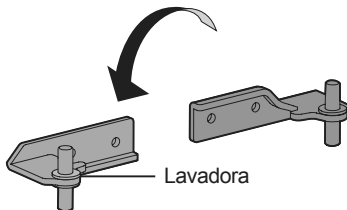

Figura 18
33. Quite la arandela de la bisagra central y volteea 180°. Coloque la arandela en el pasador superior de la bisagra central (Ver Figura 18).